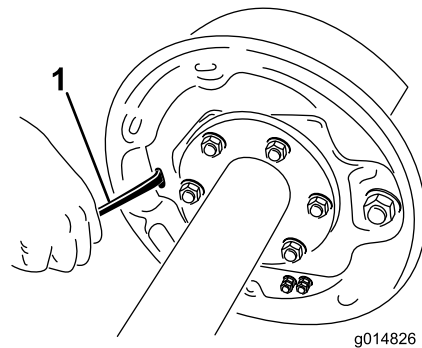

Bild 51
4. Drehen Sie das Sternrad des Einstellers mit einem Schraubenzieher, um die Bremsbacken zu verlängern (Bild 51).